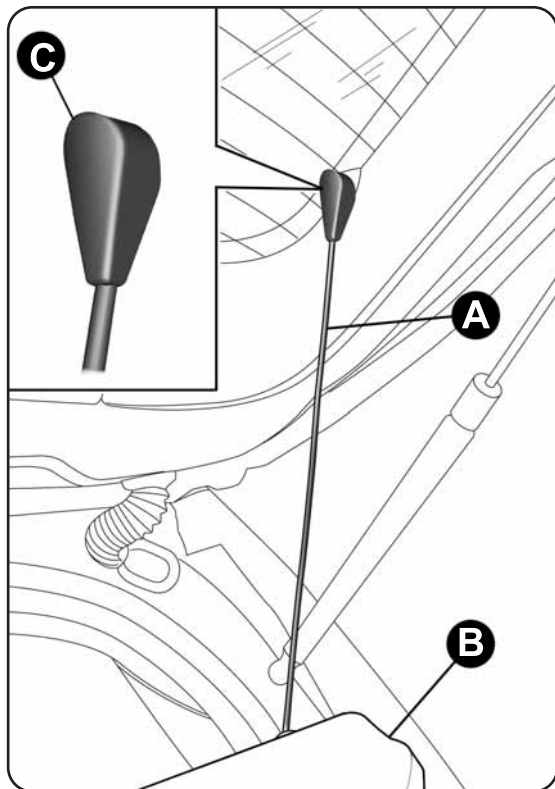

fig. 72
- dégager l'extrémité des deux tirants A-fig. 72 qui soutiennent la plage arrière B en extrayant les boutonnères C des axes ;